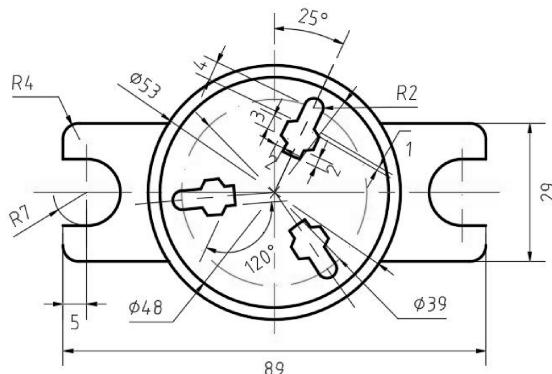

图 2-105 具有阵列特性的图形
- 阵列结构：具有阵列特性的图形分线性阵列和圆形阵列两种。在 Creo 中，线性阵列和圆形可以使用复制、选择性粘贴工具完成，不过有些繁琐，一次只能阵列一个成员。具有阵列特性的图形，如图 2-105 所示。